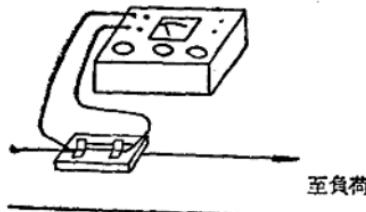
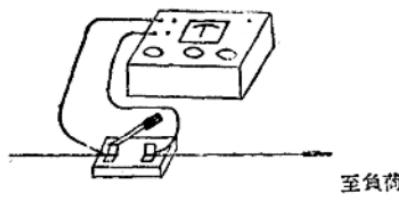
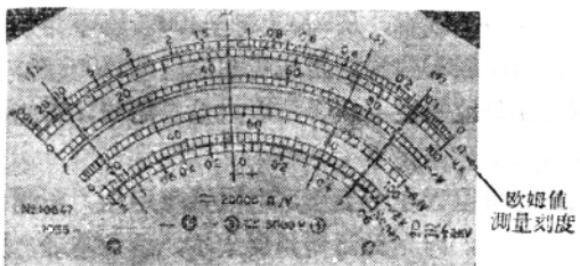

图6 开关將仪表短路
图7 將开关打开讀取电流数值
图 8
测量注意事项：由于测量电流时，仪表是串接在电路中的，为了保护仪表免受意外的損失起見，最好是按照图6的方法，用一个开关与电表并联，这样接法的优点是：
(1)有些負荷，如直流电动机等，在开始接通电源时，电流数值非常大，而在电机轉动后，电流又逐渐减小。按照图6的接法，在起动时可先将仪表經开关短接(图6)，待起动以后再将开关打开(图7)，讀取电流数值；
(2)可在不停电情况下，变换电流量程，即先将仪表經开关短接(图7)，变换电流量程，然后再打开开关(图8)讀取电流数值；如仪表
电阻值是无穷大。这是因为在测量电阻时，我們是用一固定电压的电池，与所测电阻及毫安或微安电流計串连，当电阻愈大则通过电流愈小，因此指針偏轉的角度亦較小（图8）。